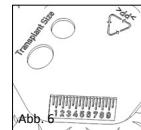

Abb. 6
■ Abb. 1b/6 Die eingearbeiteten Schablonen auf der Rückseite der Sizer Disk (Abb. 1b) zeigen die Minimalgröße des Transplantats zur Unterfütterung des Trommelfells (Abb. 6). Oval: Bei ovaler Prothesenkopfplatte. Rund: Bei runder Prothesenkopfplatte.
■ Abb. 6 Die Millimeterskala dient allgemeinen Vergleichsmessungen, die im Rahmen einer Mittelohroperation hilfreich sein können. Grundsätzlich kann die Rückseite auch als Ablage oder Präparationsfeld für diverse Vorgänge, wie z.B. der Transplantatbearbeitung oder Zwischenlagerung, verwendet werden.